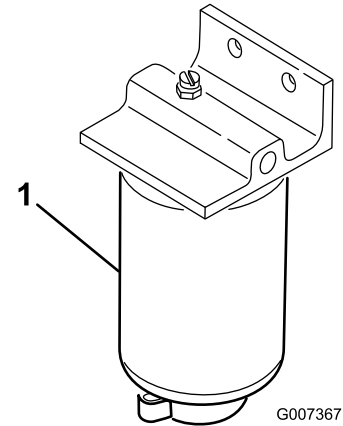

図 36
3. 燃料フィルタについているドレンプラグを 1 回転ほど開き、内部にたまっている異物を流し出す 図 36。